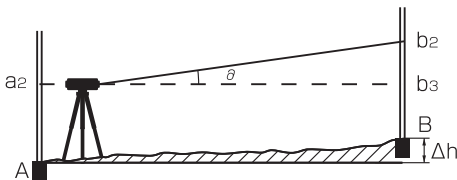

図13
- (1) スタッフA・Bの間に本機がセットされていますので、十字線に狂いがある場合は同じ量の狂いとなり、その狂いは相殺されます。従って高低差の値には影響を与えません。つまり $b_3$ の値は $a_2 - \Delta h$ となり、これが十字線の必要調整量となります。
- (2) 接眼キャップを外し、十字線調整ネジを矯正針で  $[(a_1 - b_1) - (a_2 - b_2)] < 3\text{mm}$  になるまで調整します。図13の場合、 $b_2$ の値は高すぎますので十字線調整ネジを少しゆるめ、十字線を上げて下さい。逆に $b_2$ の値が $b_3$ より低い場合は十字線調整ネジを締めて十字線を上げて下さい。
- (3) 6.3の手順で  $[(a_1 - b_1) - (a_2 - b_2)] < 3\text{mm}$  になるまで繰り返し調整を行って下さい。